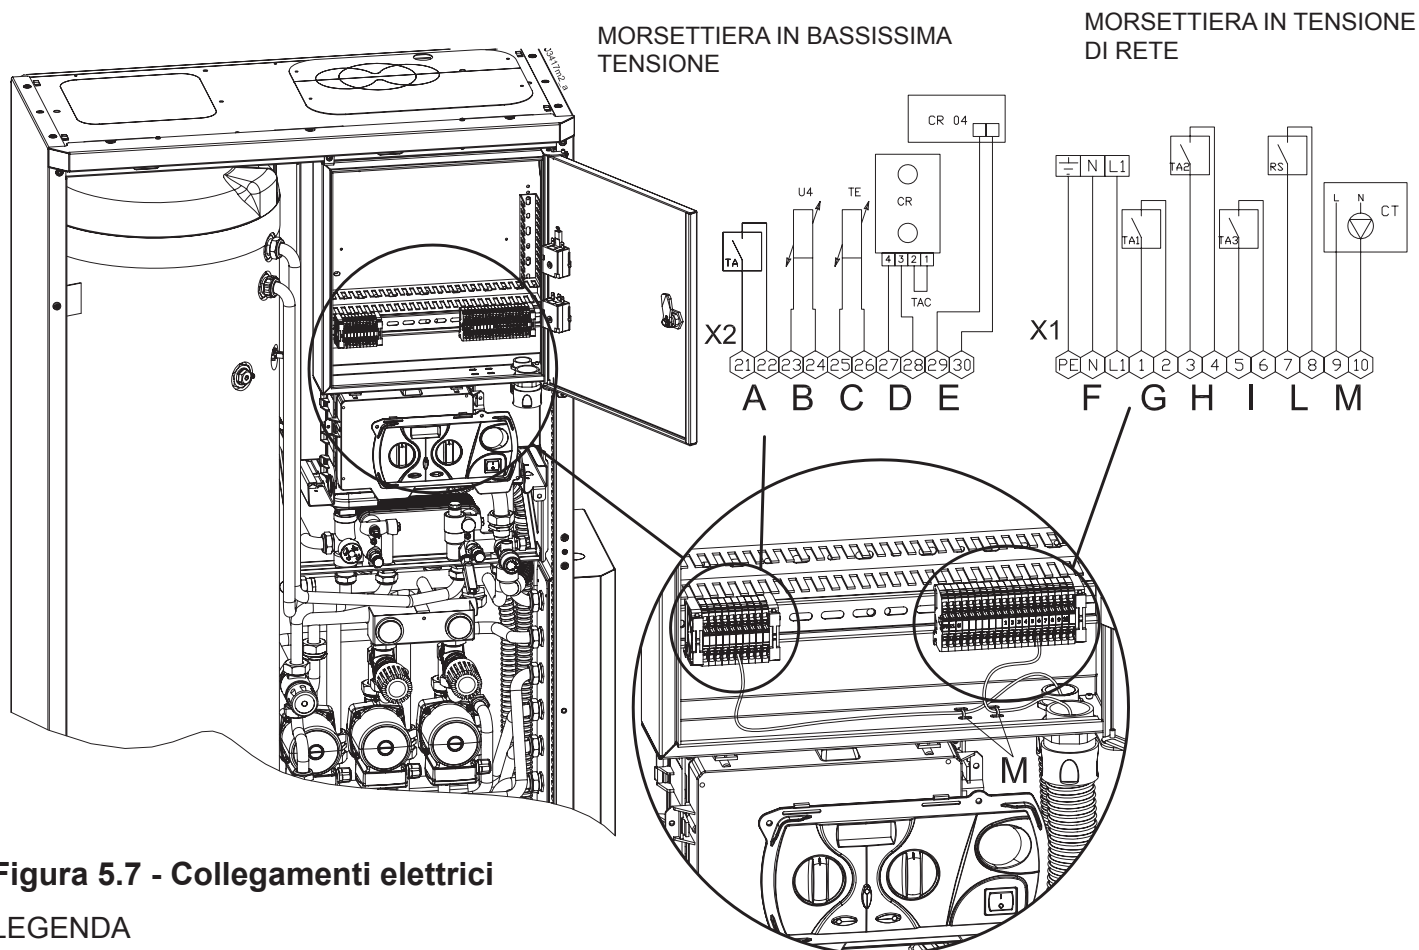

Figura 5.7 - Collegamenti elettrici
Per l'allacciamento del cavo di alimentazione elettrica, procedere come di seguito (fare riferimento alla figura 5.7):
Per l'allacciamento del cavo del termostato ambiente, procedere come di seguito (fare riferimento a figura 5.7):
- collegare i 2 capi del cavo ai morsetti "21" e "22" (vedi part. "A" figura 5.7).
Per l'allacciamento del cavo del termostato ambiente, procedere come di seguito (fare riferimento alla figura 5.7):
- collegare il cavo bipolare ai morsetti "23" e "24" di cui in figura 5.7 particolare "B";
Per l'allacciamento del cavo del Cronocomando CR04, procedere come di seguito (fare riferimento a figura 5.7):
- collegare i 2 capi del cavo ai morsetti "29" e "30" della caldaia (vedi figura 5.7 part. "E").